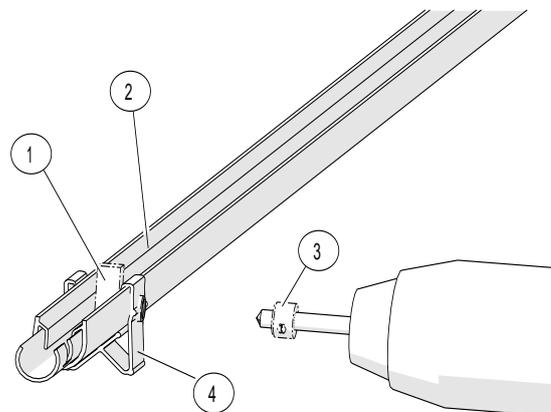

Abb. 50: Fixpunkt bohren
- Zur genauen Positionierung der Lufttrennstelle kann auf das eine Ende der Lufttrennstelle eine Schleifleitung aufgesteckt werden. Der Abstand der beiden Schleifleitungen in einer Lufttrennstelle beträgt 21 mm (siehe Abb. 50).
- Seitliche Schrauben (S) zur Fixierung der Schleifleitungen anziehen.